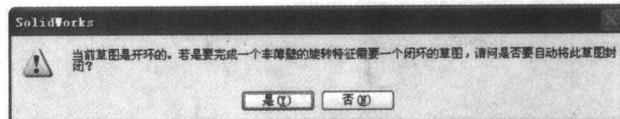

图 1-3 系统提示框
- 旋转实体。执行“插入”→“凸台/基体”→“旋转”菜单命令，或者单击“特征”工具栏中的“旋转凸台/基体”图标，此时系统弹出如图 1-3 所示的系统提示框。因为乒乓球是薄壁实体，所以选择“否”，此时系统弹出 1-4 所示的“旋转”对话框。在“旋转轴”一栏中，用鼠标选择图中通过原点的中心线；在“厚度”一栏中输入值 1；在“类型”一栏的下拉菜单中，选择“单向”选项。按照图 1-4 所示进行设置，此时图形如图 1-5 所示。确定